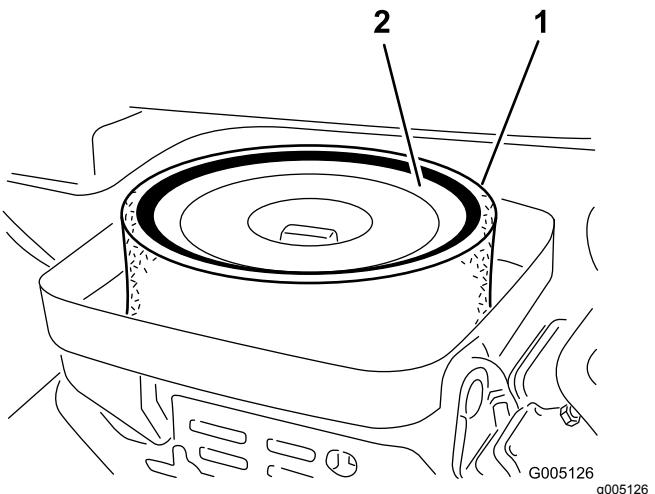

Figura 26
- Retire a porca que fixa os elementos de filtragem ao corpo do filtro de ar (Figura 26).
- Se o elemento de esponja se encontrar sujo, deverá retirá-lo do elemento de papel (Figura 26). Limpe-o cuidadosamente, da seguinte forma: